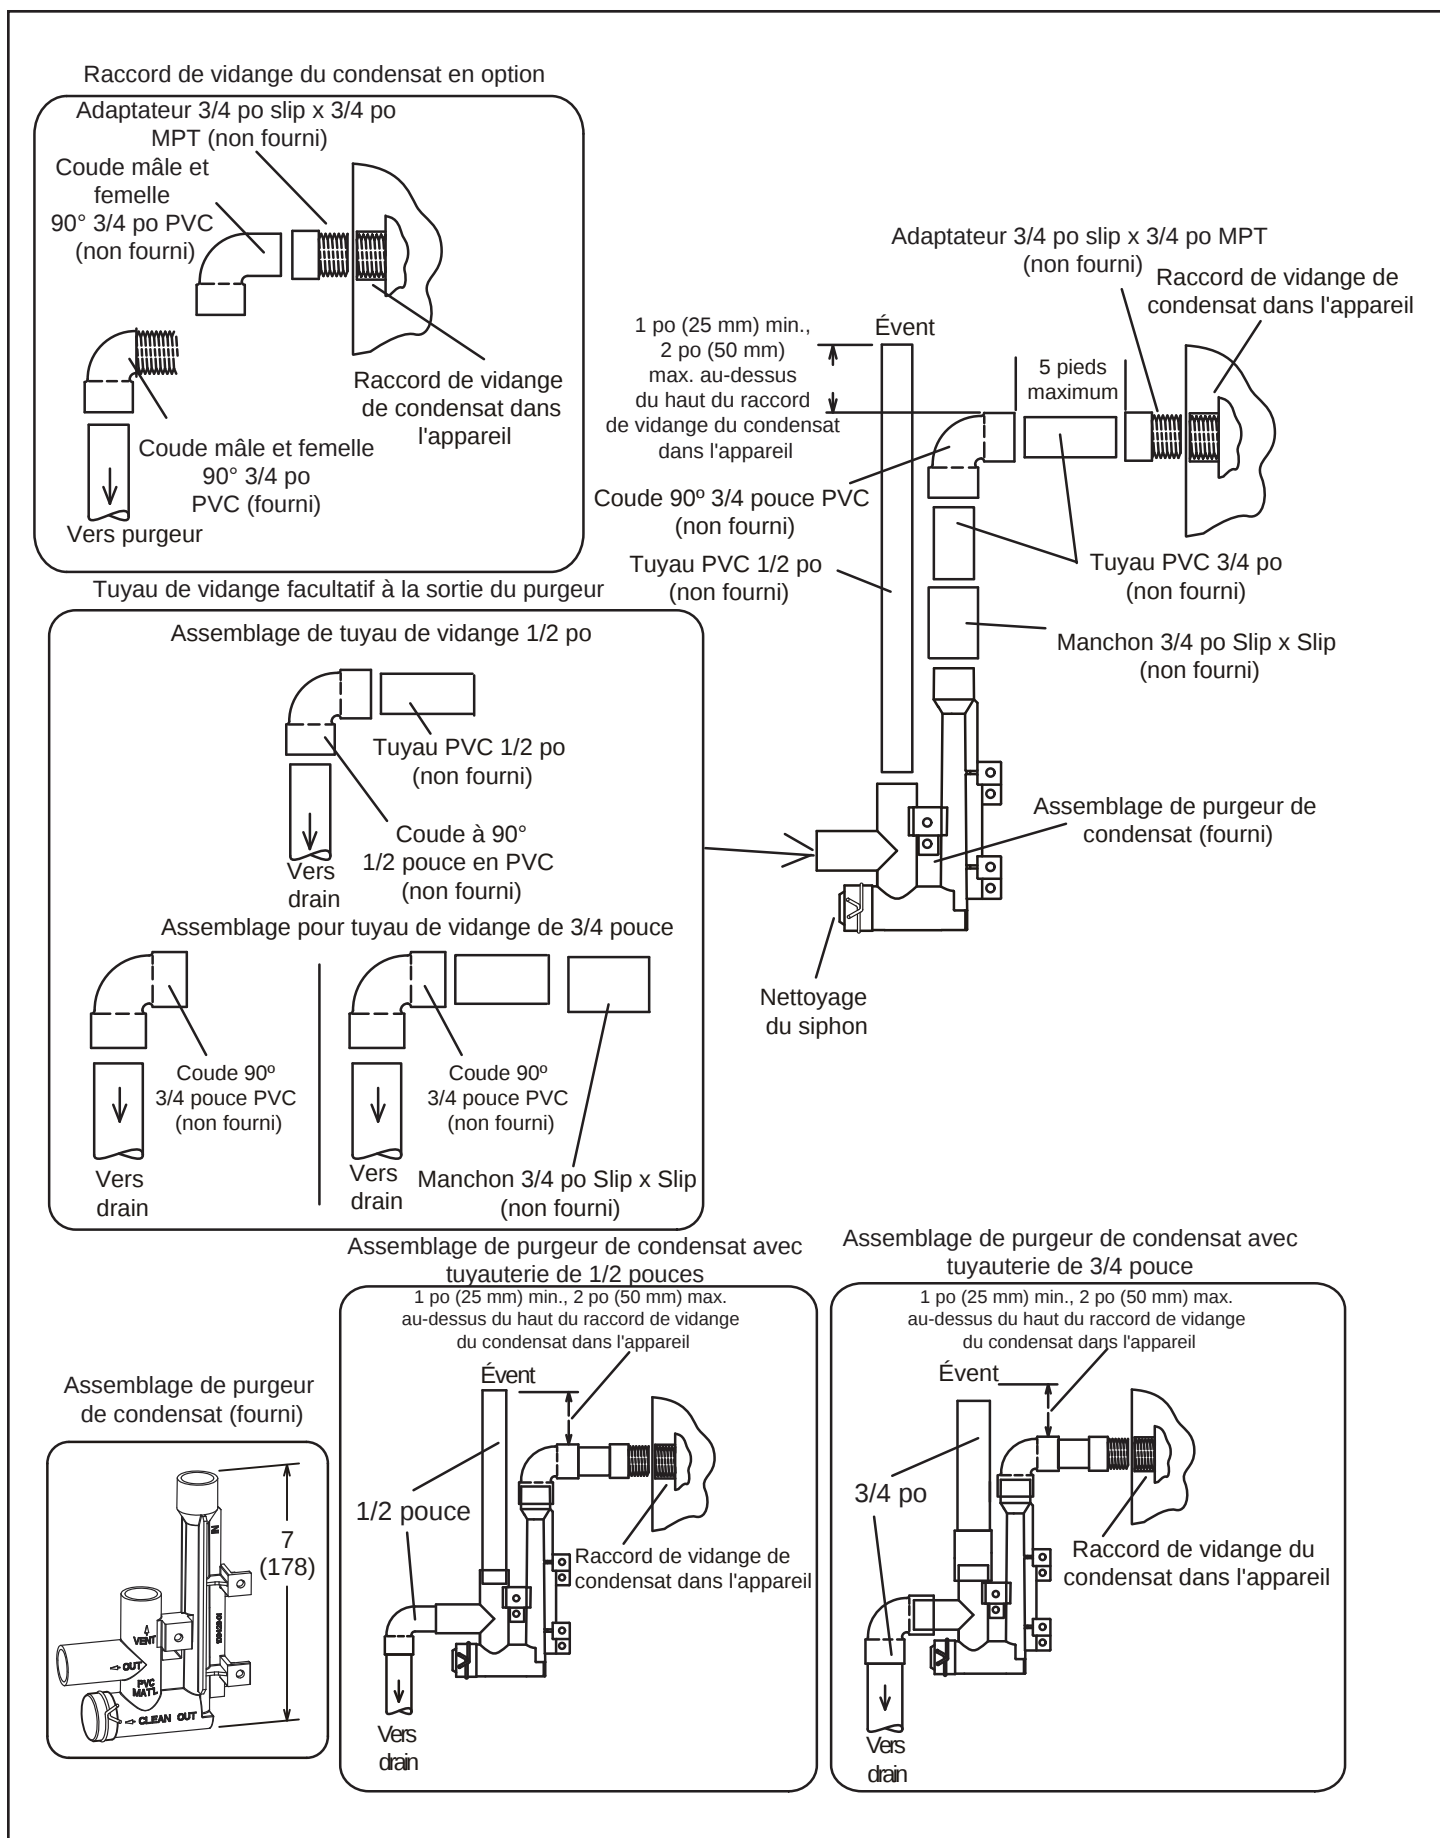

Figure 32. Assemblage purgeur/vidange utilisant une boîte de tête côté froid pour PVC 1/2 po ou 3/4
3. Posez le couvercle sur l'orifice de nettoyage à la base du purgeur. Fixez avec une bride. Voyez Figure 32.